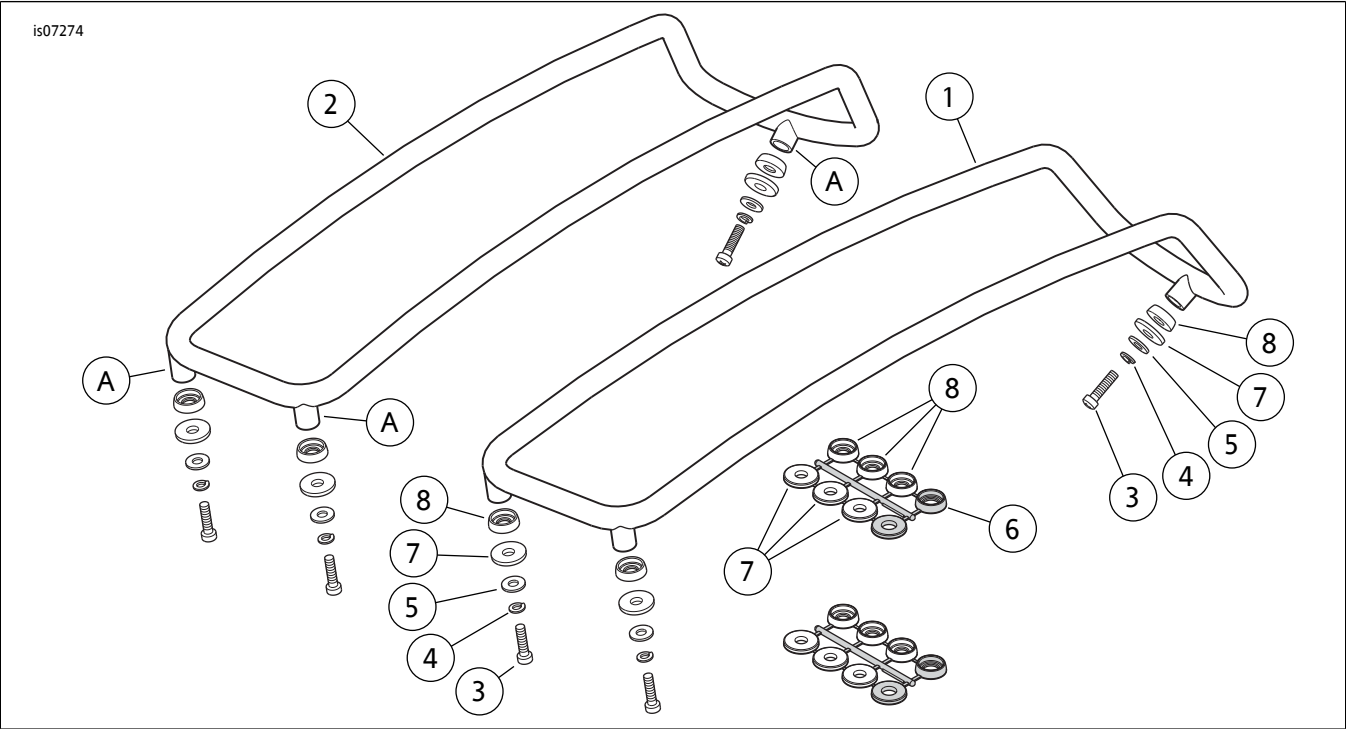

图1。维修零件：Touring边箱盖导轨套件
参见图1和表1。
2. 参见图1。将正确的装饰导轨(1或2)放在边箱盖上大致的安装位置。